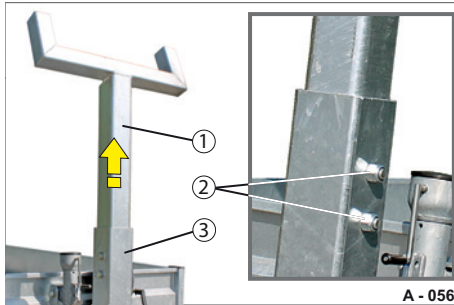

Abb. 60 U-Rohrgabel
- ▶ Lösen Sie die Verschraubung (Abb. 60/2) am Ständer.
- ▶ Ziehen Sie die U-Rohrgabel (Abb. 60/1) nach oben heraus.